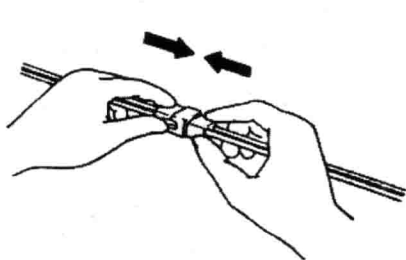

图 1-20 连接插件
(9) 如图 1-20 所示，在连接插件时，要确保能听到咔嚓声。